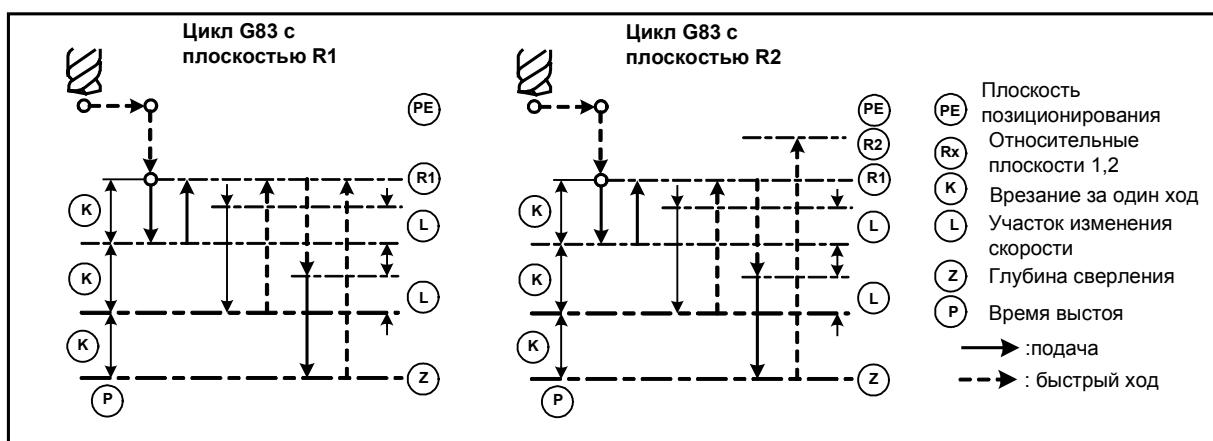

Рис.56.
40.3. Цикл глубокого сверления, - G83. Цикл предполагает полное удаление стружки из отверстия. После каждого очередного врезания на глубину K осуществляется ускоренный вывод сверла в безопасную плоскость R1. Далее выполняется очередной ускоренный ввод сверла на глубину k, где ускоренная подача меняется на рабочую. Пошаговые углубления повторяются до достижения запрограммированной глубины Z (см. рис.56).